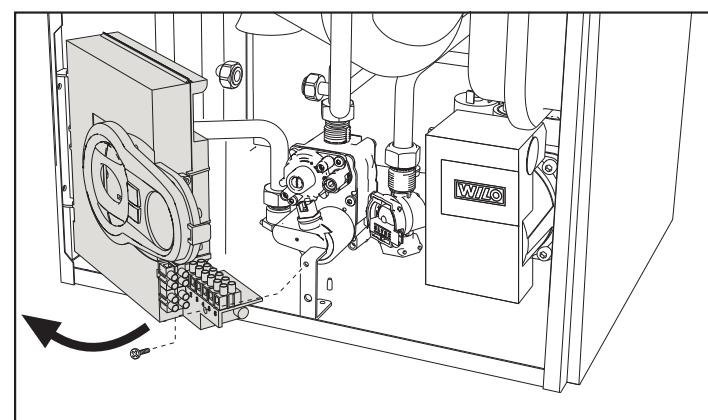

Figure 21
- Desserrez les vis et faites pivoter le panneau de commande (voir figure 21).